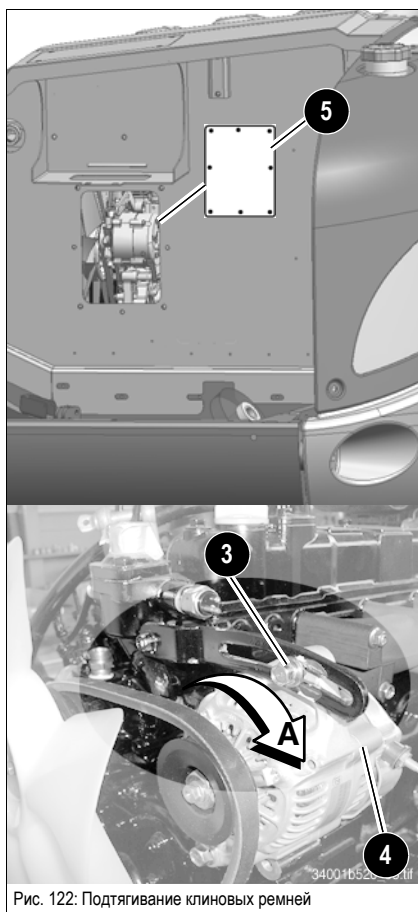

Рис. 122: Подтягивание клиновых ремней
- ☞ При помощи подходящего вспомогательного средства переместить трехфазный генератор в направлении стрелки A настолько, чтобы обеспечивалось правильное натяжение ремня (рис. 122)